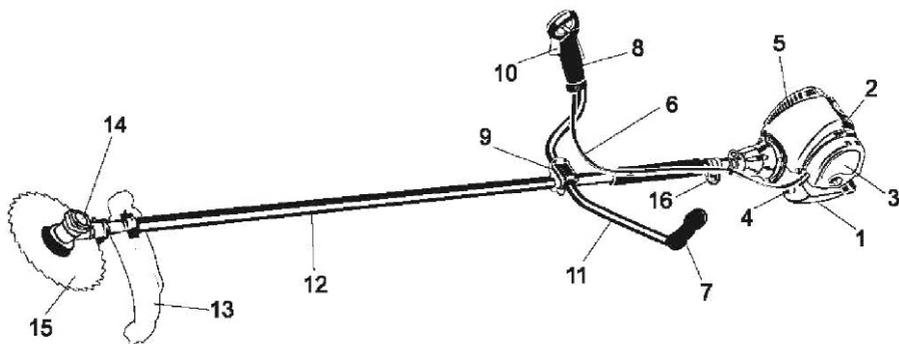

Рис.2. Расположение основных элементов бензотриммера:
U-образная рукоятка (см. рис.2) состоит из двух частей: левой (7) и правой (8) ручек управления, которые прикреплены к штанге (12) с помощью соединительного кронштейна (9). Левая ручка служит для удержания бензотриммера левой рукой, а правая ручка - для удержания правой рукой и управлением работой бензотриммера.
Ремень крепится к штанге с помощью держателя (16) (рис. 2). Согласно рис. 5 наденьте ремень на шею и пристегните карабин за одно из отверстий в держателе (16) (см. рис. 2).